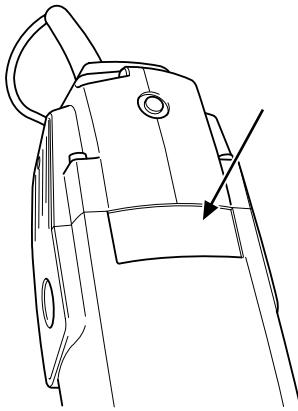

Fig. 4
- (GB)**
- The connection is made using a protected, earthed outlet with an output voltage that agrees with the voltage that is stated on the plate on the underside of the drill (Fig. 4).
- dass das Gerät einen geerdeten Stromanschluss hat, bei dem die Netzspannung mit der Spannung übereinstimmt, die auf dem Schild auf der Unterseite des Geräts steht (Abb. 4).
- La machine est branchée à une prise de terre de protection dont la tension de réseau est conforme à celle indiquée sur la plaque signalétique située sur la partie inférieure de la machine (fig. 4).